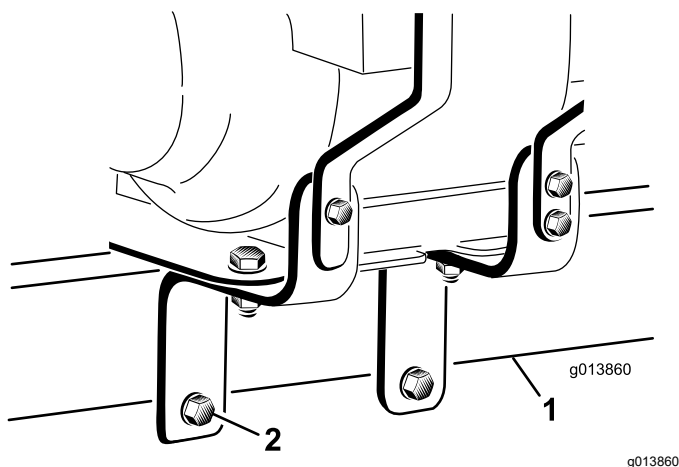

Figure 7
8. Insérez les 2 boulons (1/2" x 5") dans les trous des supports du moteur en veillant à placer une rondelle plate contre chaque face extérieure du support et à faire passer les boulons bien en dessous du bas du tube d'attelage. Serrez les 2 écrous (1/2") à la main, comme montré à la Figure 7.